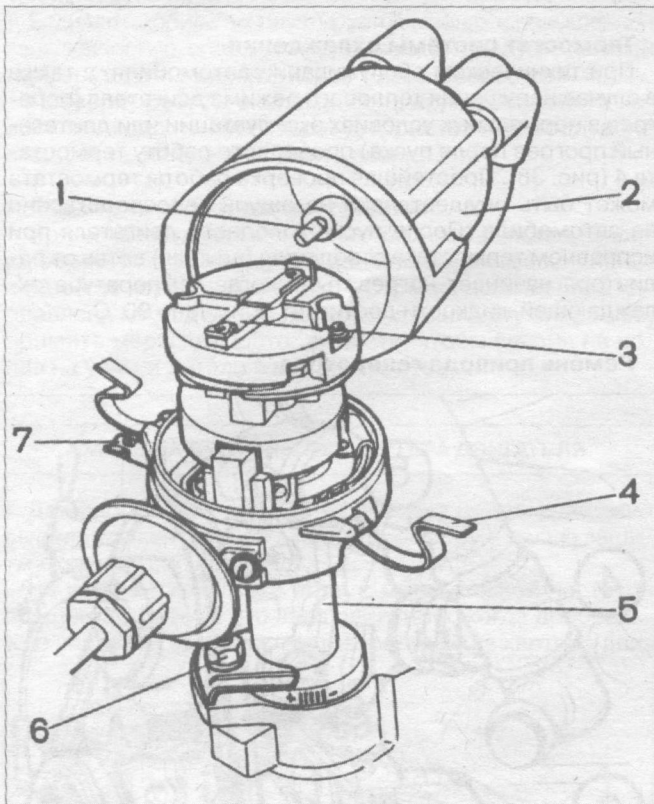
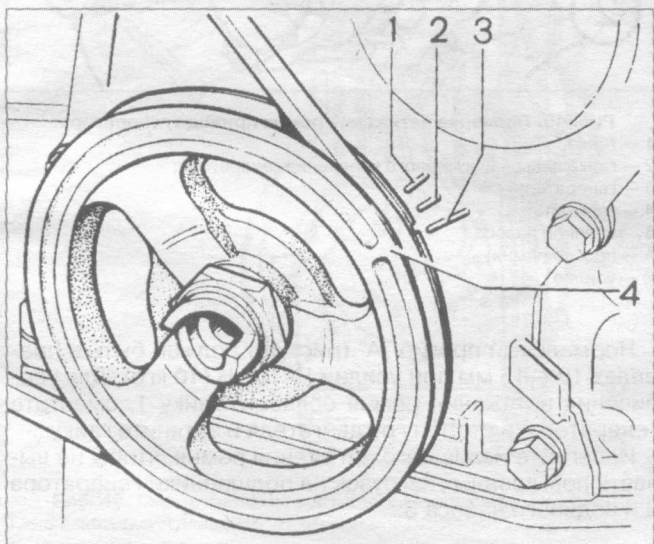

Рис. 51. Датчик-распределитель:
Рис. 52. Метки на шкиве и крышке привода механизма газораспределения:
- проверьте и при необходимости зачистите мелкой шлифовальной шкуркой контакты 1 (рис. 51) в крышке 2 и контакт на бегунке 3;
- проверьте установку момента зажигания, для чего направьте луч стробоскопа на шкив коленчатого вала. При минимальной частоте вращения коленчатого вала на режиме холостого хода метка 4 (рис. 52) на шкиве должна совпадать с меткой 3 на крышке привода механизма газораспределения или не доходить до метки 3 примерно на полделения. Если этого не происходит, ослабьте гайку 6 (рис. 51) и слегка поворачивайте датчик-распределитель за корпус 5. По окончании регулировки гайку 6 затяните.